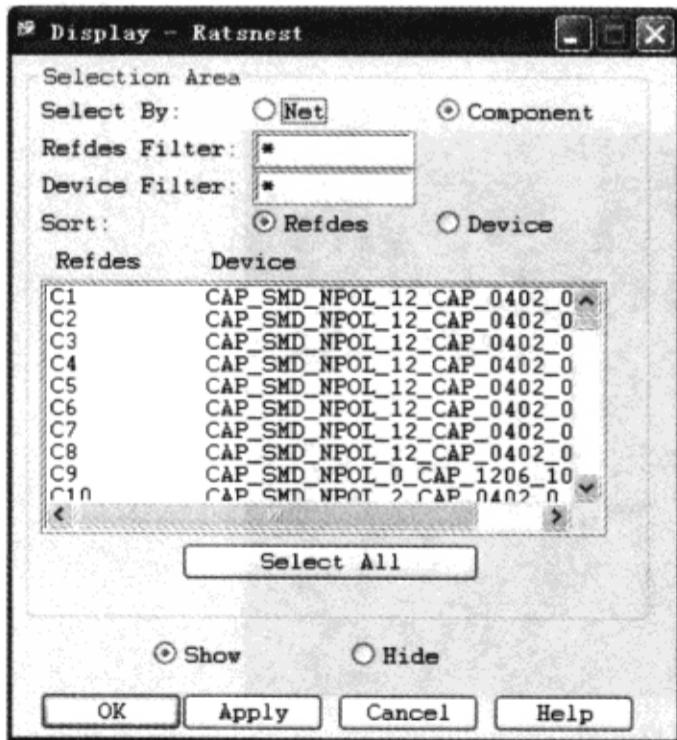

图 3-10-72 “Display - Ratsnest”对话框
(4) 在“Allegro PCB SI XL”窗口中单击按钮，不显示所有飞线。
(5) 执行菜单命令“Display”→“Ratsnest”，弹出“Display - Ratsnest”对话框，如图 3-10-72 所示。